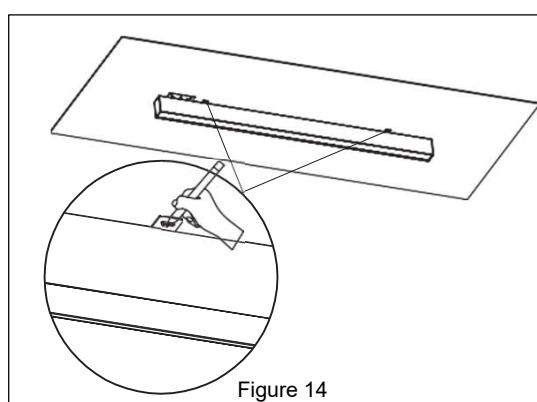

Figure 14
3. Maintenez le luminaire sur la surface de montage, puis marquez les positions de fixation des supports installés à l'étape précédente. *Reportez-vous à la Figure 14.*